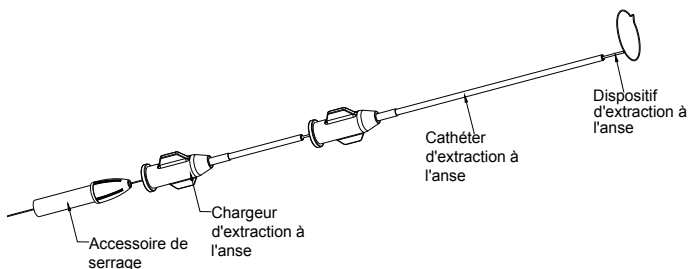
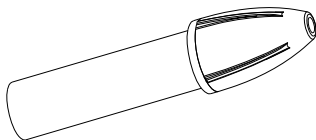

Figure 1 Système d'extraction à l'anse SeQure™
Figure 5 Accessoire de serrage
- Le système d'extraction à l'anse SeQure™, qui comprend les systèmes d'extraction à l'anse général, petit et micro selon les différentes tailles de boucle et longueur du dispositif, se compose d'un dispositif, d'un cathéter, d'un chargeur d'extraction à l'anse et d'un accessoire de serrage. La structure du dispositif consiste en un axe en nitinol par la force de compression de la rétraction d'un tube thermo rétractable en PTFE. La boucle est réalisée en fils de nitinol tressés, bobinés avec du fil de tungstène revêtu de nitrure de titane pour renforcer la propriété radio-opaque. Le plat de la boucle est perpendiculaire à l'axe en nitinol. La boucle d'extraction à l'anse préformée peut être introduite par le cathéter sans risque de déformation, grâce aux propriétés de mémoire de forme et de super élasticité du nitinol. Le cathéter d'extraction à l'anse réalisé en tube de PE et le connecteur luer sont équipés d'un marqueur radio-opaque au niveau de l'extrémité distale pour renforcer la visibilité pendant l'opération. Le dispositif d'extraction à l'anse est pré-assemblé avec le chargeur et l'accessoire de serrage, puis emballé avec le cathéter adapté. (Voir la Figure 1 jusqu'à la Figure 5)